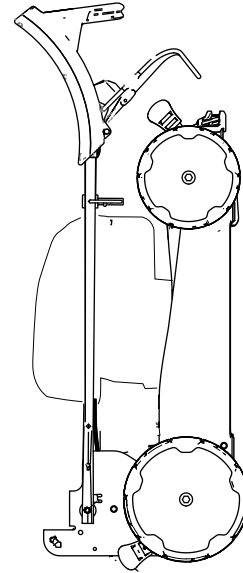

Bild 24
5. Heben Sie die Vorderseite der Maschine am Holm an und stellen sie in den Lagerplatz (Bild 24).